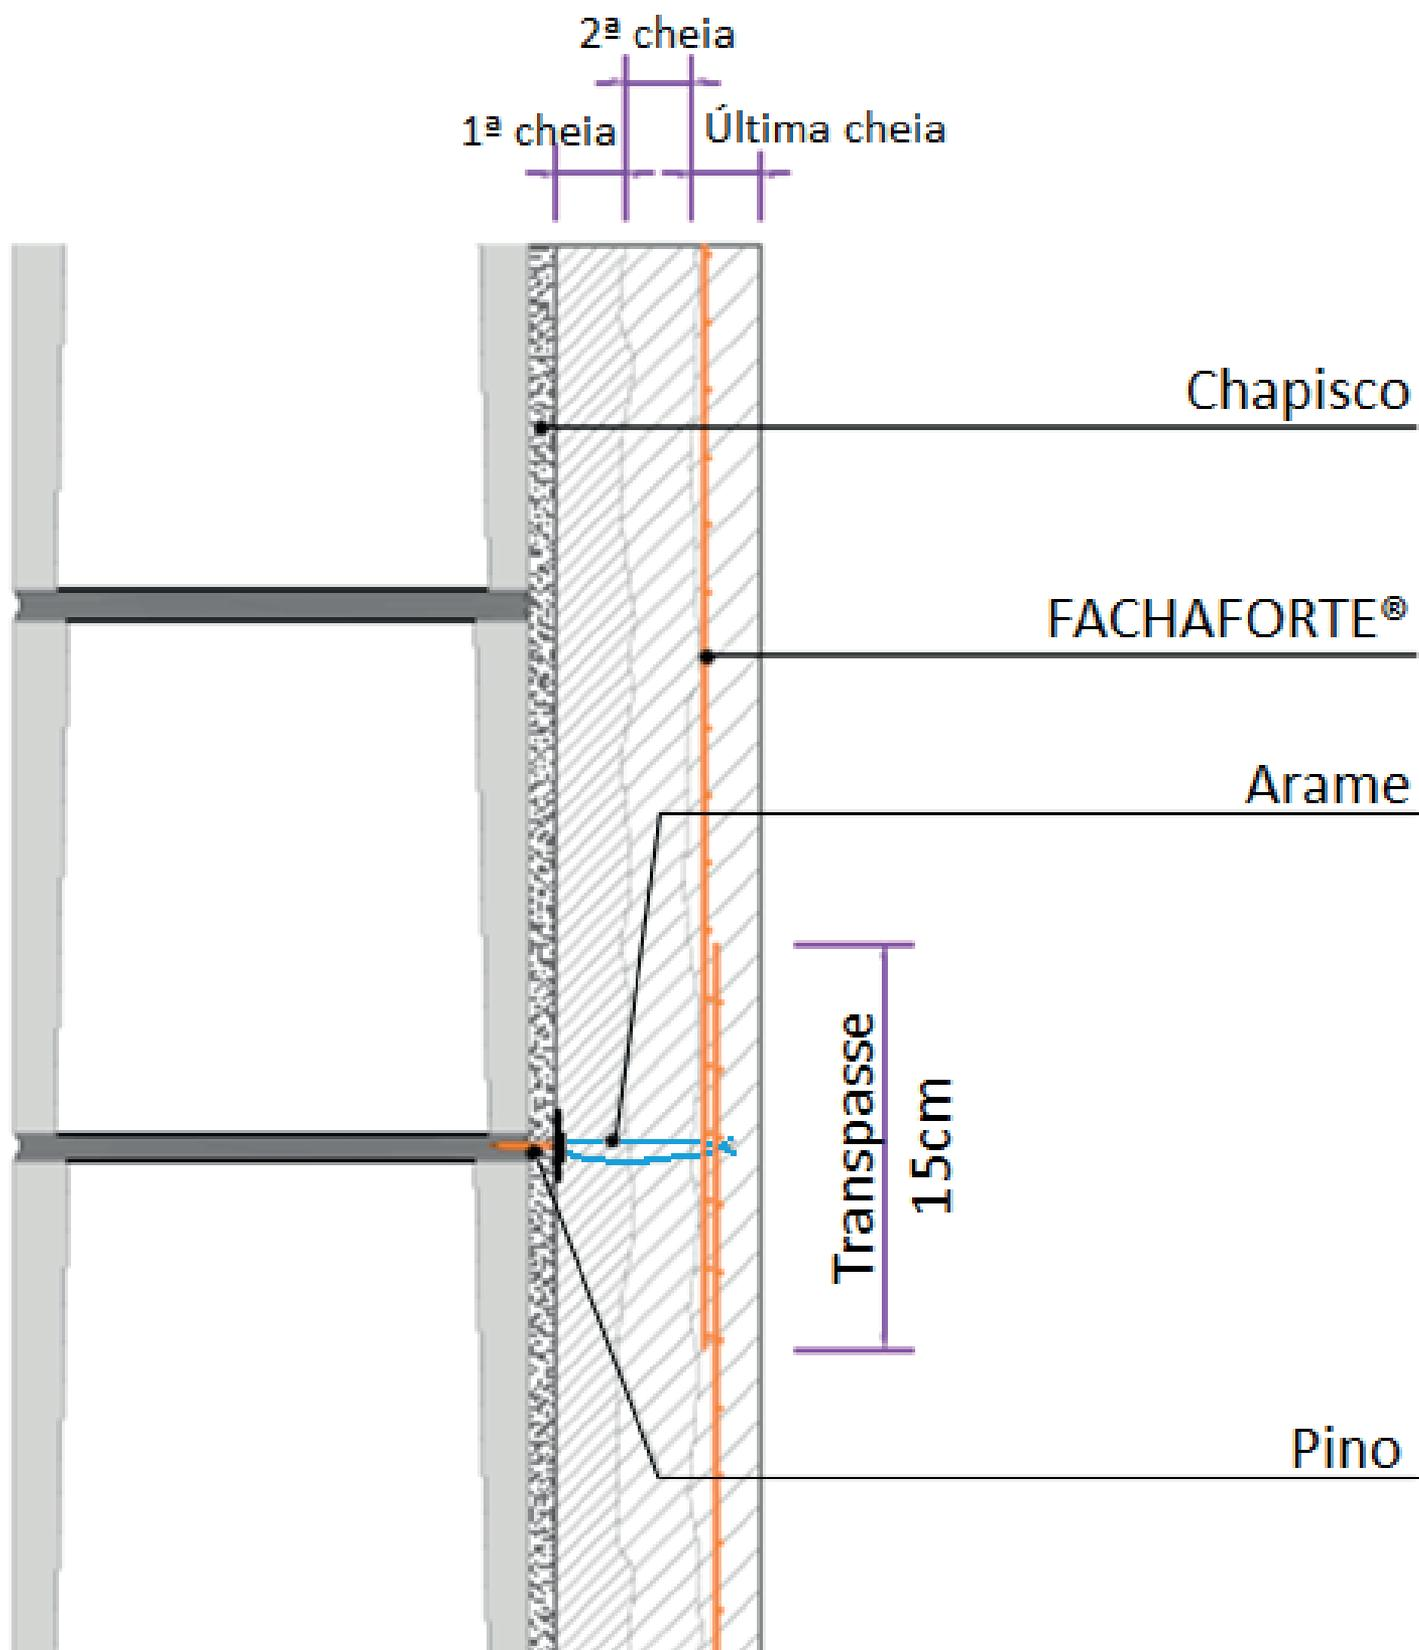

Fig. 29 – Posicionamento e fixação da tela de estruturação
- Logo após a aplicação da segunda camada de argamassa, posicionar a tela metálica na superfície do revestimento. Nas regiões de emendas, realizar um transpasse de 15 cm (fig. 29);